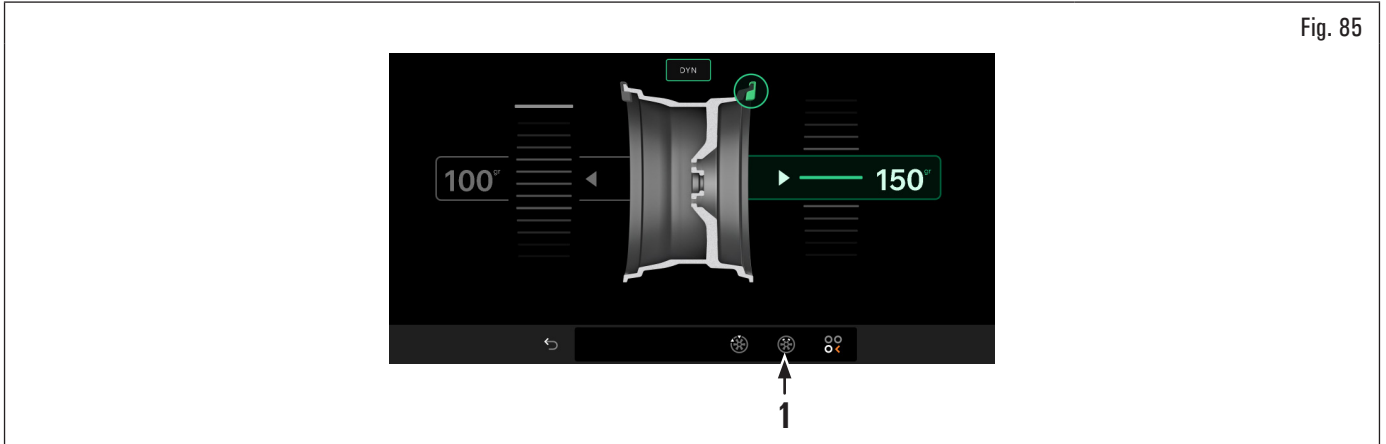

Fig. 85
Después de la detección de los valores de desequilibrio, verificar que el equipo visualice la posibilidad de utilizar la opción "SPLIT" (Fig. 85 ref. 1). Apretar